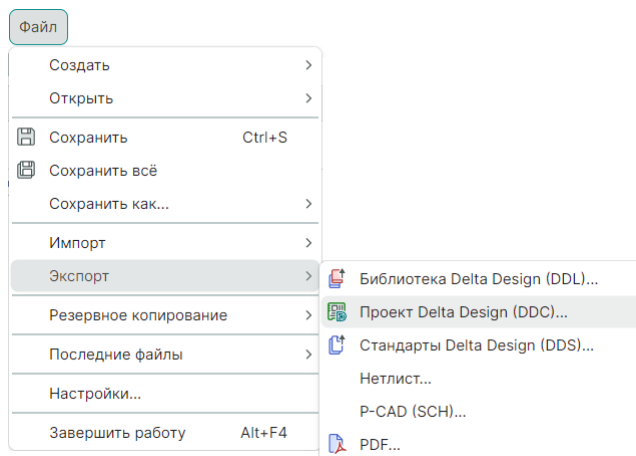

Рис. 295 Синхронизация через экспорт проекта
3. Осуществите экспорт проекта, см. Рис. 295.